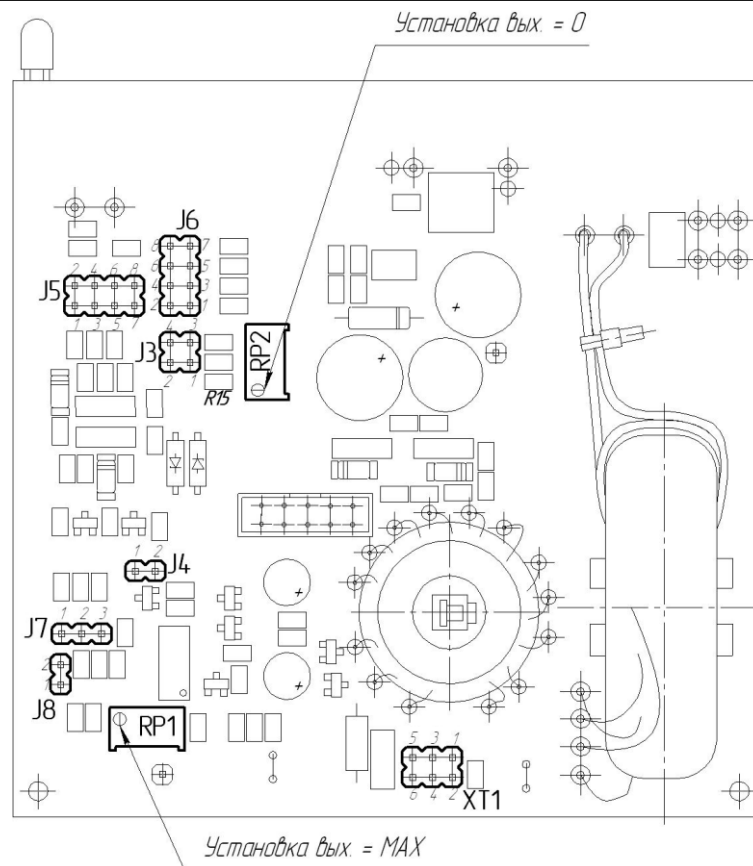

Рисунок 9.1 - Схема расположения органов регулирования и элементов настройки ПНС-3
9.4 Время преобразования для прибора ПНС-3 с заводской установкой равно 6 секундам - это максимальное время, необходимое для преобразования значения входного сигнала при резком его изменении (во весь диапазон шкалы - от 0% до 100% или наоборот). Если нужно перенастроить данное время нужно изменить положение перемычек J7 и J8 (см. рисунок 9.1) в соответствии с таблицей 9.3
Таблица 9.2 - Расположение перемычек в зависимости от диапазона входного сигнала (рисунок 9.1)